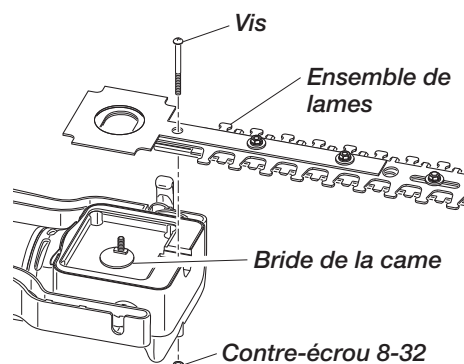

Figure 19 - Retrait de l'ensemble de lames
5. Enlevez la vis qui retient l'ensemble de la lame (voir la Figure 19). **IMPORTANT :** Assurez-vous de ne pas desserrer le contre-écrou 8-32 qui fixe cette vis.
8. Réglez l'ensemble de la lame de sorte que la came s'insère correctement sur les lobes de forme ovale de l'ensemble (voir la Figure 19). **IMPORTANT :** La partie au diamètre supérieur de la came doit être sur le dessus, à l'opposé de l'entraînement. La partie au diamètre inférieur de la came doit être située en-dessous, reposant directement sur la bride de la came.